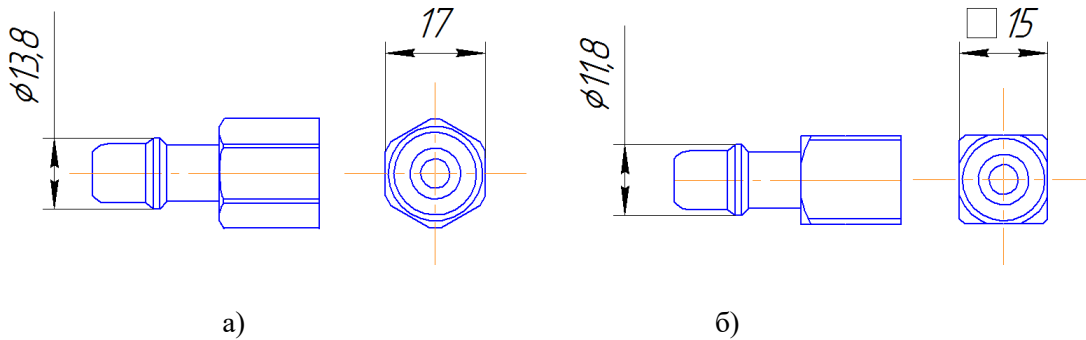

Рис. 2 Геометрические размеры и формы входных штуцеров
4.3 Геометрические формы штуцеров для соединения с СКБ приведены на рис. 2.